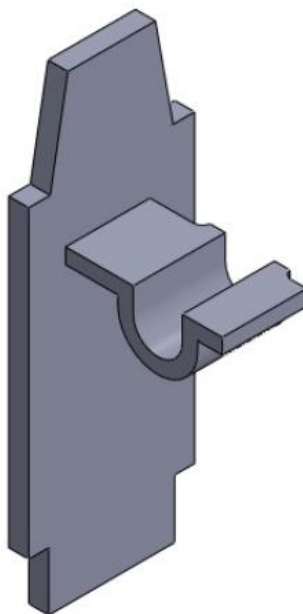

Рисунок 5.8 – Модель після створення вирізу
- г) Створити дзеркальну копію раніше створеного вирізу (рис. 5.8).